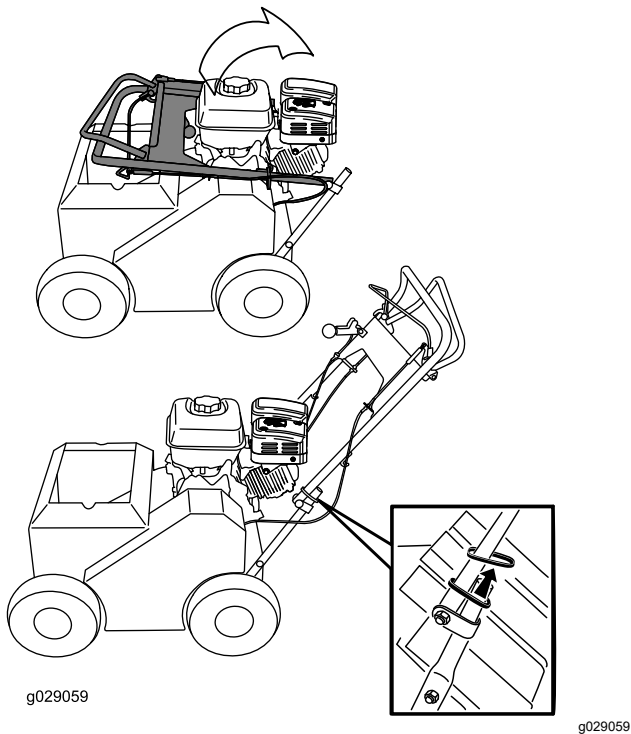

Figura 3
1. Sollevate la stegola in posizione operativa (Figura 3).
2. Fate scorrere gli anelli di bloccaggio ovali verso il basso lungo ciascun lato della stegola superiore e sulla maniglia inferiore (Figura 3), bloccando tra loro le sezioni delle stegole.